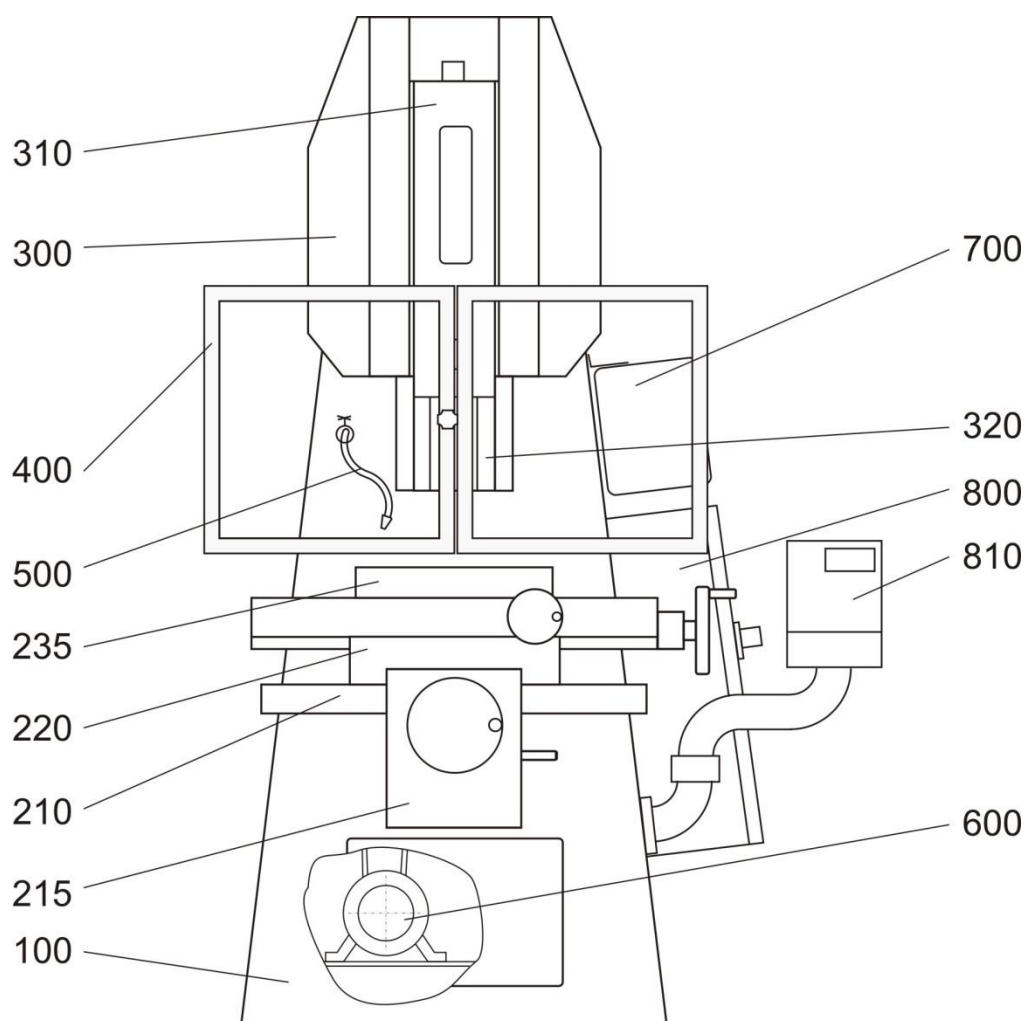
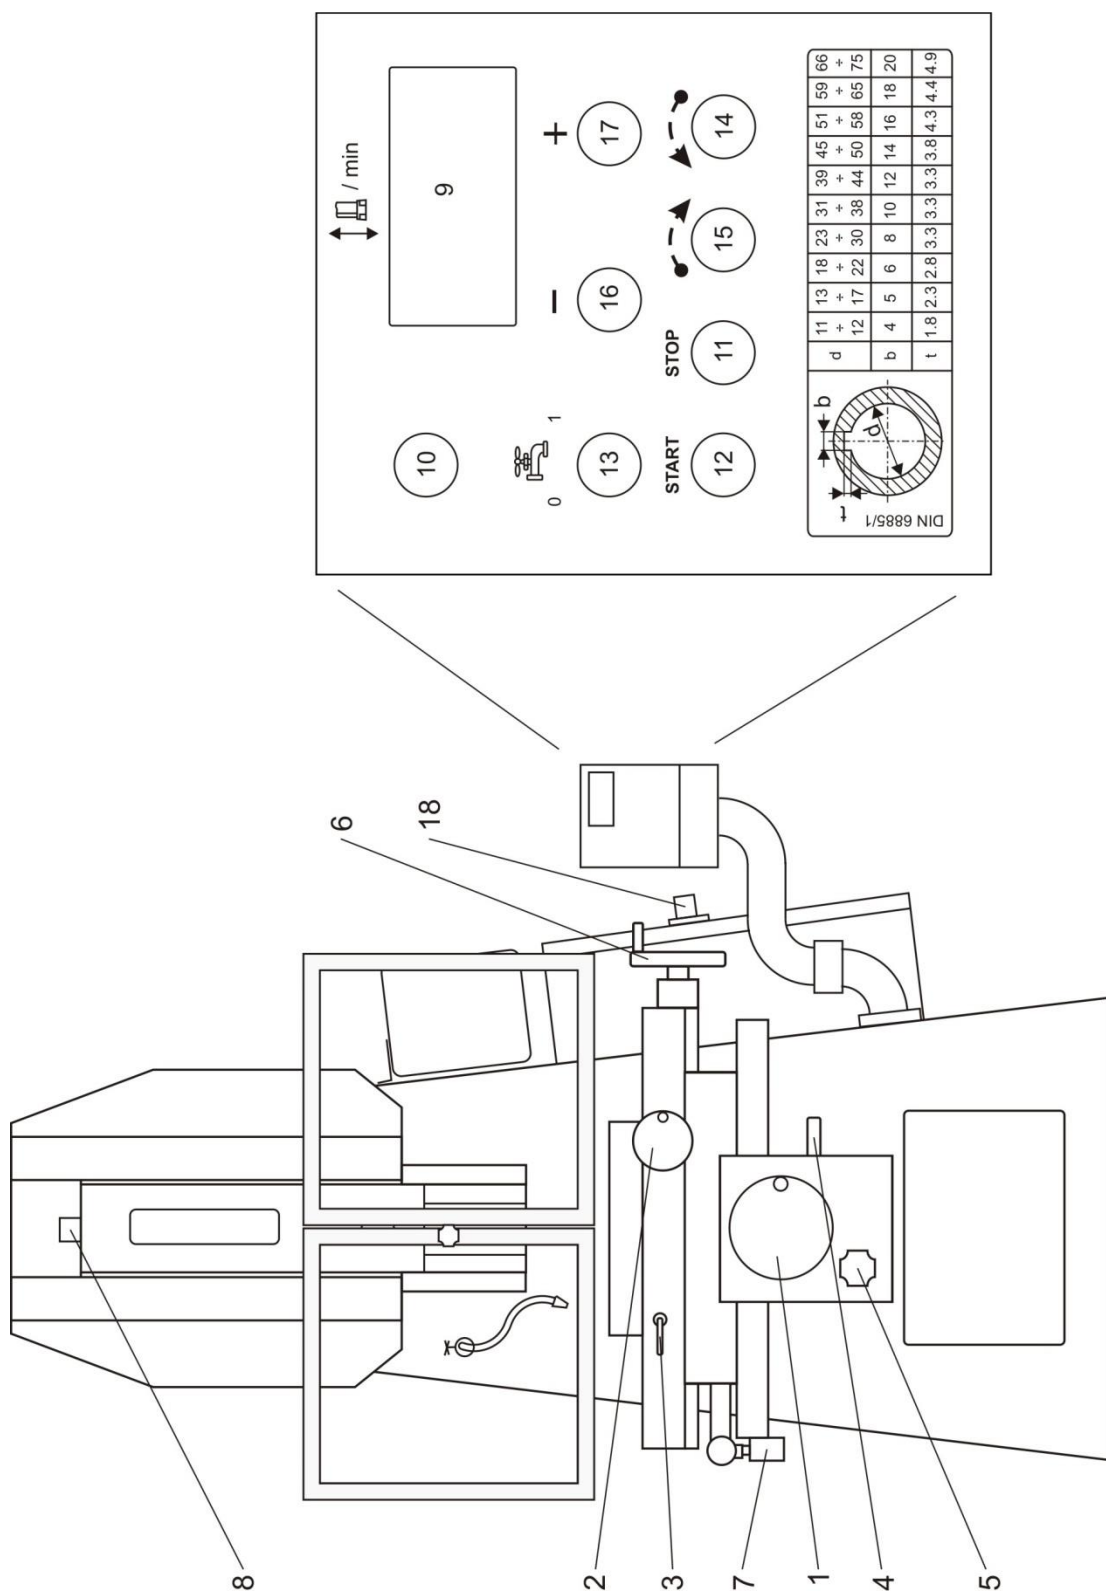
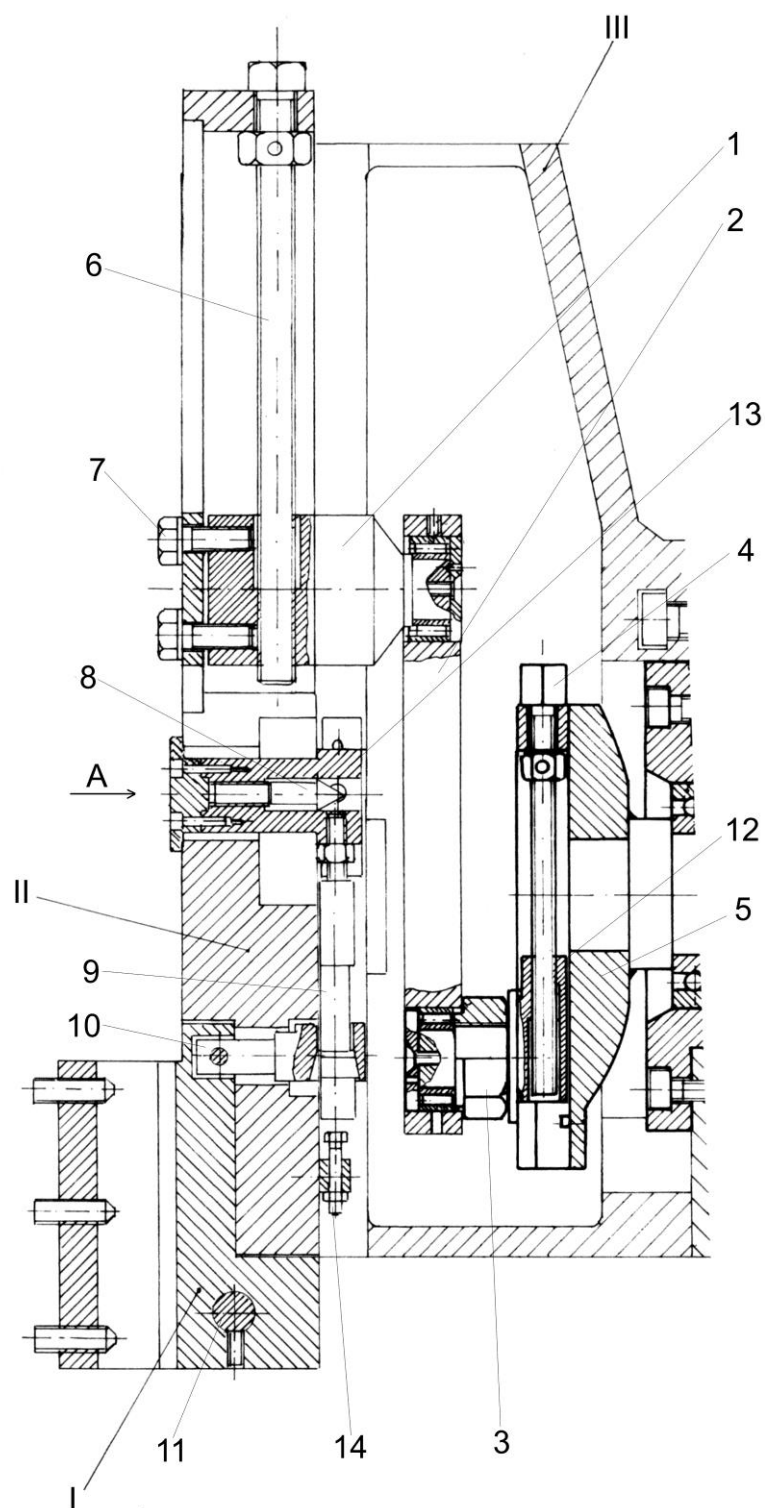
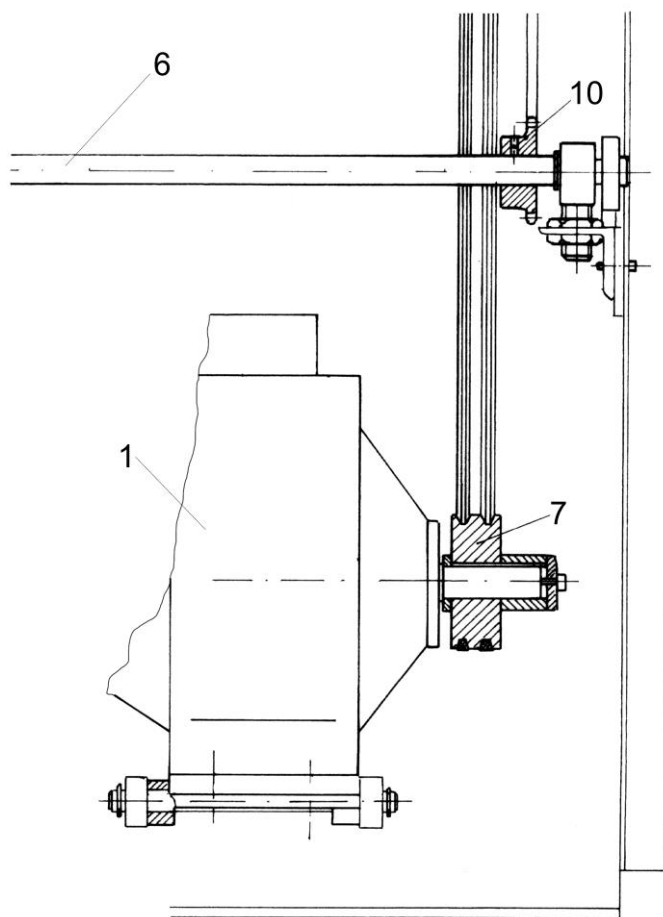

fig. 10
fig. 11
fig. 15
fig. 16
A fig. 10 è rappresentato l'aspetto generale della macchina e le indicazioni 100 – 800 determinano i gruppi fondamentali.
A fig. 11 sono rappresentati gli organi di comando.
Con „100” a fig. 10 è segnato il corpo della macchina. Detto corpo porta tutti rimanenti gruppi e assicura stabilità della macchina nel suo funzionamento. È lavorato da costruzione saldata di lamiera d'acciaio.
Con „210” a fig. 10 è segnata la base del supporto a croce. Su questo supporto sono montati la slitta intermedia e la tavola rotante.
Con „215” a fig. 10 è segnato il distributore. La sua destinazione fondamentale è di realizzare l'avanzamento trasversale automatico della tavola.
La tavola riceve forza motrice dall'albero 1. Nell'estremità anteriore dell'albero è montato eccentrico 2, e su di questo – cuscinetto radiale a sfere 3. Girando l'albero 1 spinge verso sopra il bilancino 5. Da parte sua il bilancino è appoggiato sull'eccentrico 4, che è collegato con la maniglia per cambiamento della misura dell'avanzamento trasversale automatico (pos. 5 di fig. 11). Quanto l'eccentrico 4 abbia alzato più in su il bilancino 5, tanto il cuscinetto 3 nel proprio girare lo alza verso sopra con minore parte della sua eccentricità, cioè il bilancino e la cremagliera 6 avranno minore corsa.
Con „220“ a fig. 10 è segnata la slitta intermedia. La sua destinazione fondamentale è di collegare con due reciprocamente perpendicolari direttrici la base e la tavola della macchina. Con la direttrice verso la base, la slitta intermedia insieme ai gruppi montati su quest'ultima, si muovono in direzione dall'operatore verso la macchina (trasversalmente), mentre sull'altra direttrice la tavola si muove longitudinalmente. Il movimento longitudinale si realizza soltanto a mano tramite il volano 6 di fig. 11, mentre quello trasversale – manualmente o automaticamente tramite il distributore. Il movimento automatico è soltanto in direzione dall'operatore verso la macchina..
Con „235“ a fig. 10 è segnata la tavola rotante. Differenza di principio tra S200TGI e S315TGI manca. Le differenze sono nelle dimensioni. La dimensione della tavola a S200TGI è 315 mm, mentre a S315TGI – 450 mm.
Con „300“ a fig. 10 è indicata la testa della macchina. La sua destinazione principale è di portare la slittone con il portautensile, nel quale viene montato l'utensile operativo e tramite le proprie direttrici, a garantire la sicura e senza giochi conduzione delle medesime nel loro movimento.
Con „310“ a fig. 10 e II a fig. 15 è segnata la slittone della macchina. Questa realizza movimento progressivo-riflessivo e porta il portautensile. È calettato con precisione verso le superficie di guida della testa. La sua corsa può essere regolata non gradualmente da 0 a rispettivamente 205 mm nelle S200TGI e 320 mm nelle S315TGI.
l'aumento e la riduzione della corsa della slittone si realizza nella seguente maniera - fig. 15.
1. Togliete il finestrino di protezione situato a destra dalla testa. Con i pulsanti neri del quadro, girate la culissa 5 della macchina in maniera che il dado 3 di fig. 15 risulti di fronte al finestrino.
Questa si realizza nella seguente maniera – fig. 15.
Con „320“ a fig. 10 è segnato il portautensile della macchina. A fig. 15 è segnata con I. Il portautensile a repulsore, che da possibilità in movimento della slittone verso alto (non operativa) alla lama a separarsi dalla superficie del canale per non strofinare su di essa.
Con „400“ a fig. 10 è segnato il recinto della zona di lavoro della macchina.
Con „500“ a fig. 10 è segnato il sistema di raffreddamento. Il serbatoio del liquido di raffreddamento è montato nel corpo (nella sua estremità anteriore sinistra) su supporto speciale. Il sistema può essere mantenuto aprendo il coperchio anteriore della macchina. Dalla pompa, montata sul coperchio del serbatoio, il liquido viene condotto alla parete mediana frontale del corpo e esce dietro la zona di lavoro. Il liquido usato si raccoglie per canali laterali nel centro della base e attraverso un'apertura nella base ritorna nel serbatoio. Il serbatoio si smonta per pulizia e per sostituzione del liquido di raffreddamento a determinato periodo in relazione all'intensità di uso della macchina e precisamente del sistema di raffreddamento. Nella maggioranza dei casi la quantità necessaria di liquido è minima e si regola con il rubinetto situato davanti all'ugello. .
È segnato con „600“ a fig. 10. Il motore principale 1 (fig. 16) è sospeso in culla speciale al corpo, con la quale le cinghie si tendono e si trasmette il moto dalla puleggia cin cinghia 7 verso la puleggia con cinghia 8 e da lì verso il riduttore 3. Quest'ultimo e con rapporto 1:16 e ha albero d'uscita che si monta sull'albero 4. L'albero 4 è saldato e contemporaneamente lavorato con la culisse. È portato da due cuscinetti radiali a sfere nella flangia 5. In questa maniera col giro dell'elettromotore si trasmette il movimento girevole all'albero della culisse 4, che si trasforma in movimento di avanzamento-ritorno alla slittone.